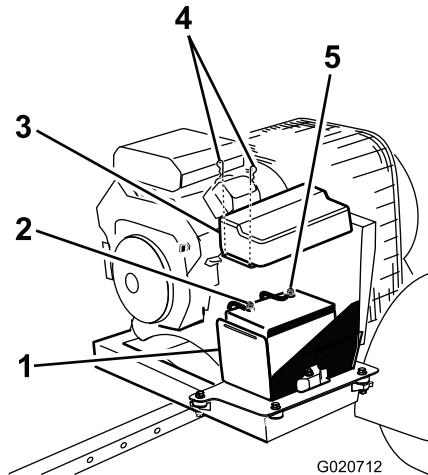

Figura 5
3. Conecte el cable negativo (negro) al borne negativo (–) de la batería (Figura 5).
2. Conecte el cable positivo (rojo) al borne positivo (+) (Figura 5).